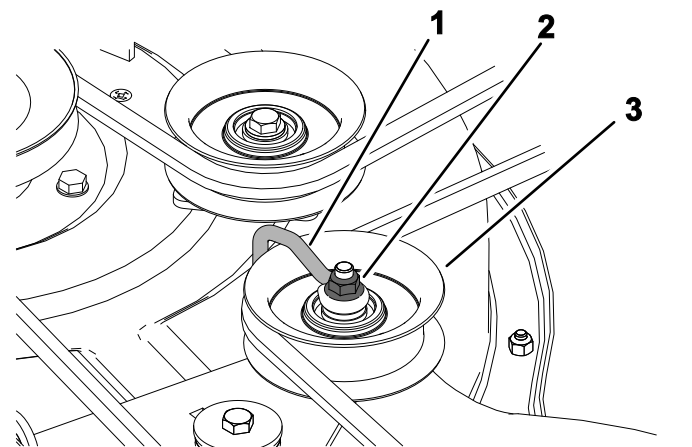

Figura 56
6. Pentru puni tanate, slăbii piulița care fixează cablul la roata de antrenare a rolei de ghidare (Figura 56).
Notă: Poziționați cablul pe braul rolei de ghidare, așa cum este ilustrat în Figura 56.